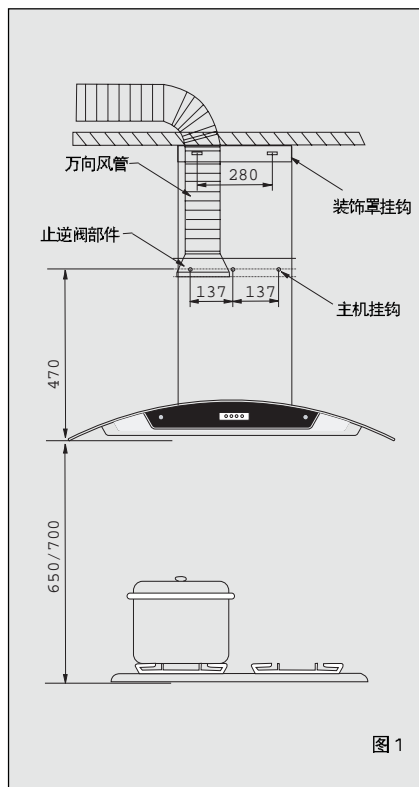

图1
1. 按图1尺寸在灶具上方坚实的地方确定冲击钻钻孔位置。冲击钻配上 $\varnothing 8$ 的冲击钻头，在钻孔位置上钻出3个直径为8mm，深为50mm的孔（间距为274mm），在3个打孔处安装膨胀螺栓，固定主机挂钩，旋入木螺钉拧紧。
2. 根据实际情况确定内装饰罩的高度，按图1尺寸在安装吸油烟机位置正上方坚实的地方确定冲击钻钻孔位置（间距为280mm）。在钻孔位置上钻出2个直径为8mm，深为50mm的孔，牢固埋设膨胀管，将装饰罩支架固孔对准膨胀管，旋入木螺钉拧紧。
将止逆阀部件与密封垫圈置于主机的出风口处，用8个M4x20的十字槽扁盘头螺钉紧固。将万向风管插入止逆阀座的槽内，并用2个ST3x8的螺钉紧固于止逆阀部件上（图1）。
2. 将装饰罩放置于主机出风口处，注意装饰罩下部与外罩顶部周边相吻合，根据实际情况确定内装饰罩的高度并固定装饰固定架后，将内装饰罩固定在固定架上（图1）。